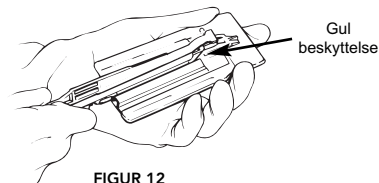

FIGUR 11
- 6b. Kom en tynd stribe gel på hver strimmel (se figur 11).